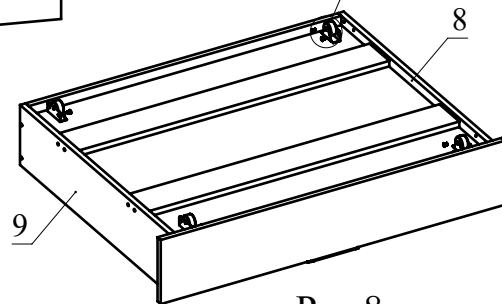

Рис.8
9. Установите ролики ящика для постели на деталях 8 и 9 с помощью винтов М5x8 (Рис. 8).